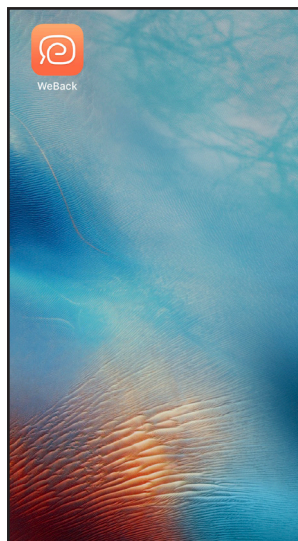
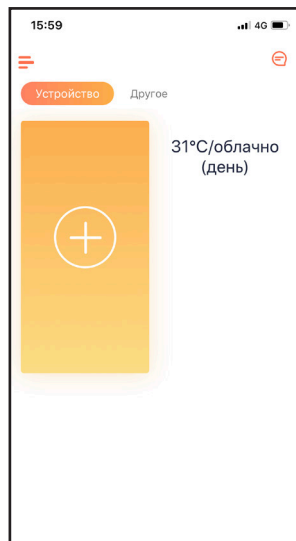

Рис. 2
Рис. 4
2. Откройте приложение «WEBACK» на Вашем смартфоне и зарегистрируйтесь. Вы можете использовать электронную почту или номер мобильного телефона для регистрации. Следуйте инструкциям в приложении для завершения регистрации [Рис. 2, 3]. Если у Вас уже есть WEBACK ID, то войдите в свою учетную запись. Нажмите «+» на главной странице, чтобы добавить устройство [Рис. 4].